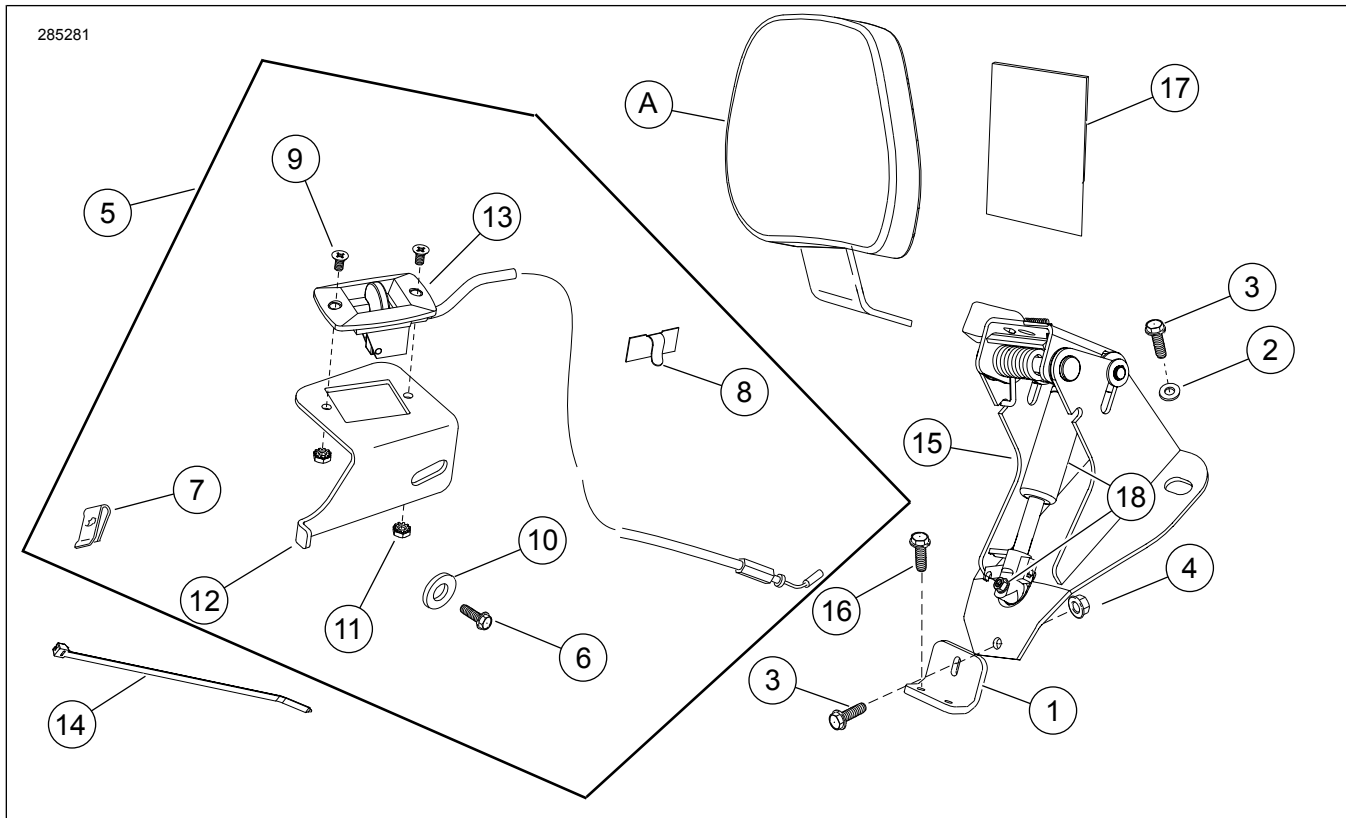

Figura 9. Componente de service: Kit componente montare spătar reglabil pentru motociclist
7. Figura 9 Montați mânerul de acționare cu cablu (13) pe suportul pentru mânerul de acționare (12) cu șuruburi (9) și piulițe de blocare (11).
11. Figura 9 Scoateți din kit clema auto-adezivă (8). Curățați cu alcool izopropilic zona plană a suportului pentru mânerul de reglare aproximativ în zona din care a fost îndepărtată clema sârmei de bujie din plastic stoc. Atașați clema la suport și dirijați firul bujiei și tubul evaporator (dacă este echipat) prin clemă. Îndoțiți clema în jos pentru a reține tubul în siguranță.
4. Figura 9 Scoateți din kit apărătoarea scaunului (17).